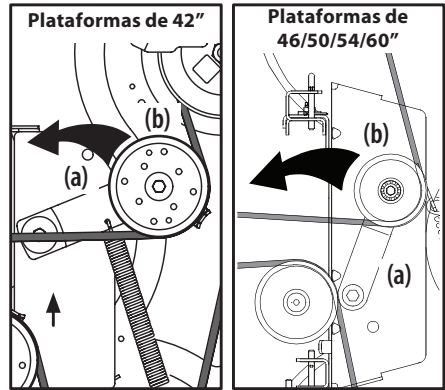

Figura 40
- a. Usando la manija de elevación de la plataforma o el pedal y la perilla de elevación de la plataforma, levante la plataforma a la posición que le ofrece mayor recorrido horizontal de la correa entre las poleas locas de la plataforma y la polea de la PTO en la base del motor. Vea la Figura 40.
- b. Desde la parte media del tractor, haga girar el soporte de polea loca (a) y la polea loca móvil (b) hacia atrás, justo lo suficiente para levantar la correa, por encima de la polea del husillo. Consulte la Figura 40.